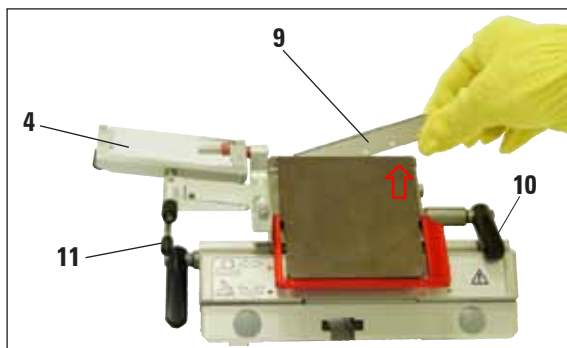

Fig. 3
1. Ribaltare il sistema standifetta (4) verso sinistra afferrando la leva (11) (non la vite di regolaggio dello standifetta), per evitare di cambiare all'altezza dello standifetta (fig. 3).
2. Aprire la leva di bloccaggio (10) ruotando in senso antiorario (fig. 3).
3. Inserire con cautela la lama (9) dall'alto o di fianco tra la contropiastra e la superficie di appoggio della lama. Fare attenzione a che la lama venga inserita centralmente e che giaccia in modo uniforme sul gradino (vedi freccia rossa in fig. 3).